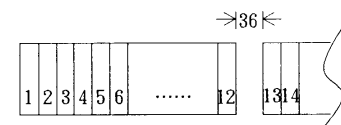

Abb. 1
① Bei horizontaler Aufstellung für jede 12-Kanal-Einheit Platz für 1 Punkt schaffen. (Abb. 1)